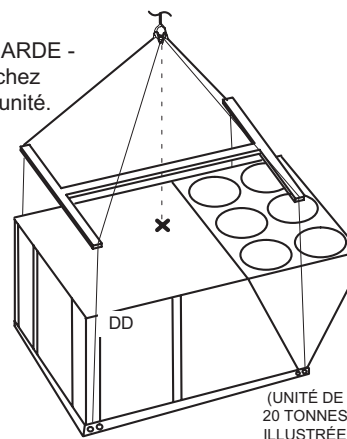

FIGURE 4
Pour soulever l'unité, fixez quatre câbles dans les trous du rail de base de l'unité. Reportez-vous à la FIGURE 4.
- 5 - Le point de levage doit être situé directement au-dessus du centre de gravité. Voir FIGURE 4 pour l'emplacement du centre de gravité. Le coin DD se trouve dans le coin gauche lorsque l'on fait face aux compresseurs et à la section de chauffage.